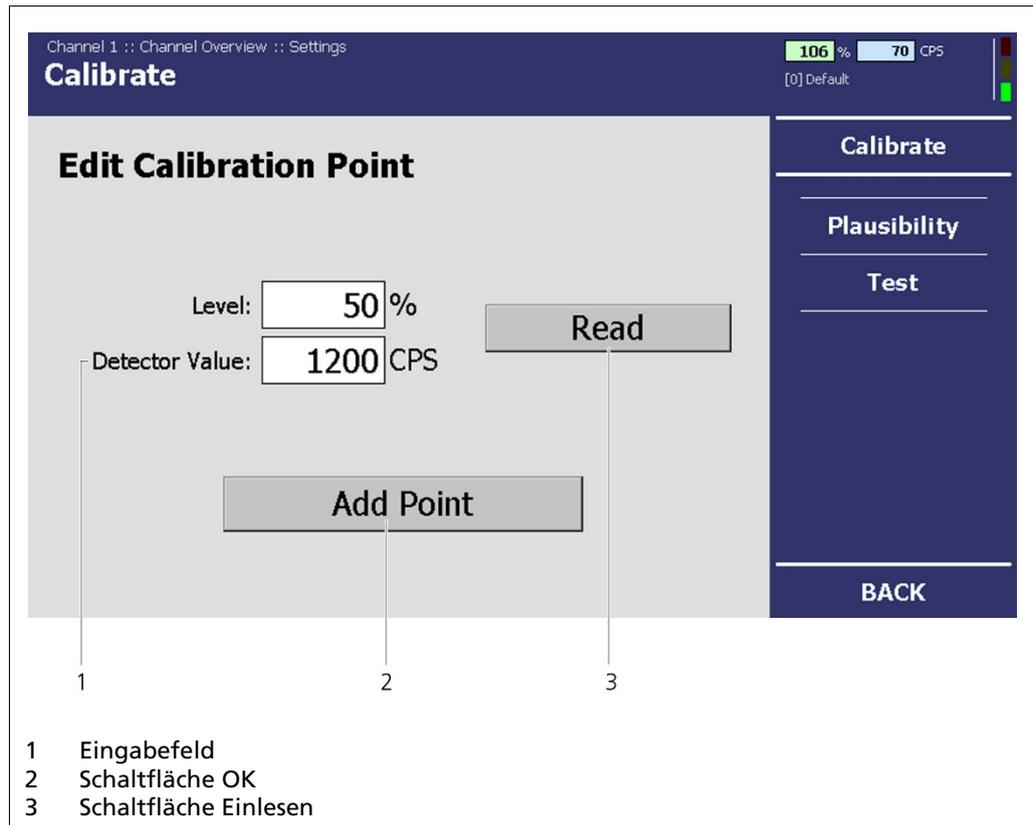

Abb. 57 Systemmenü, Einstellungen – Kalibrierung (Kalibrierpunkt anpassen)
- Durch Klicken auf **<Einlesen>** wird der Kalibrierpunkt automatisch eingelesen (Abb. 57). Die Dauer des Einlesevorgangs hängt von den Einstellungen im Menü **Einstellungen | Kalibrierung | Plausibilität** ab. Weitere Informationen zu den Einstellungen finden Sie in Kap.7.2.1 Kalibrierung im Untermenü „Plausibilität“.
- ▶ Die AWE befindet sich im Modus „Kalibrierung (CAL)“ (Anzeige in Abb. 57, Pos. 1), solange die Kalibrierung stattfindet.